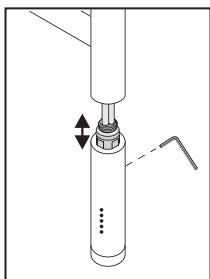

Рис.2
- 4.2. Перед началом монтажа необходимо ослабить стопорный винт в задней части МЭМ ключом ШГ №2,5 и выдвинуть нагревательный элемент относительно корпуса (рис. 2).